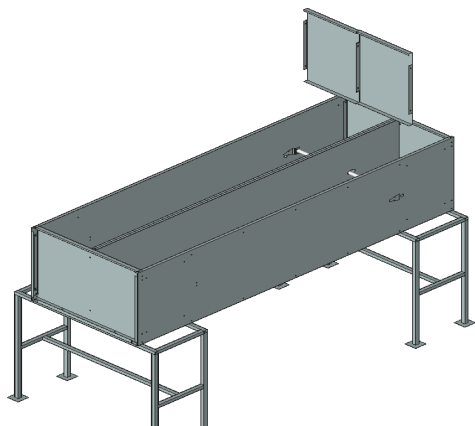

Рис. 7
5. Установить полки. Склепать с боковинами и перегородкой. ( рис. 7)